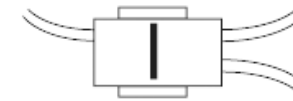

Рис. 2. Соединитель проводов (клипса) для подключения комбинации GF625 к проводу сигнала расхода топлива.
- 6.6. Пропустить провод расхода топлива к колодке маршрутного компьютера и подключить его соединителем проводов (см. Рис. 2 на стр.3).